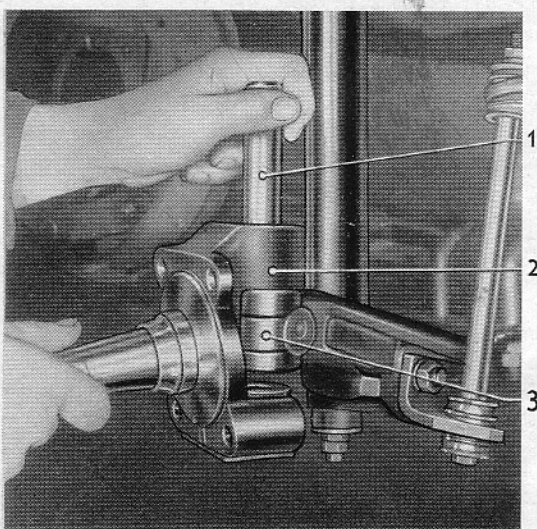

Bild 11 – Achsschenkel mit Bolzen zum Bestimmen der Ausgleichscheiben auf Vorderachsfest aufstecken
4. Achsschenkel (11/2) provisorisch zum Bestimmen der erforderlichen Ausgleichscheiben mit von oben halb eingeführtem Achsschenkelbolzen (11/1) auf Vorderachsfest (11/3) aufstecken (Bild 11).